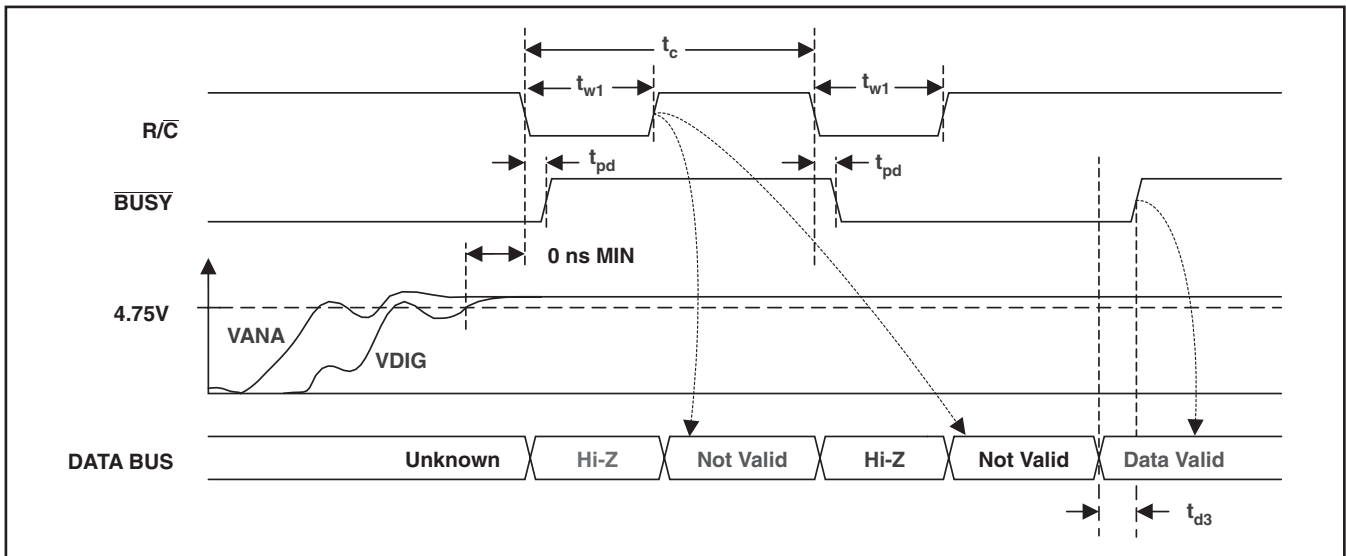

図 26. ADCリセット
CS(ピン25)とR/C(ピン24)の両方を最低40nsの間“Low”にすると、直ちにADS8505のサンプル/ホールドはホールド状態になり、変換“n”を開始します。BUSY(ピン26)が“Low”になり、変換“n”が完了して内部の出力レジスタが更新されるまでBUSYの“Low”に保持されます。BUSYが“Low”である間に変換コマンドを実行すると、進行中の変換は中断され、ADCはリセットされます(図26を参照)。
(2) 図26でADコンバータのリセットについて参照してください。